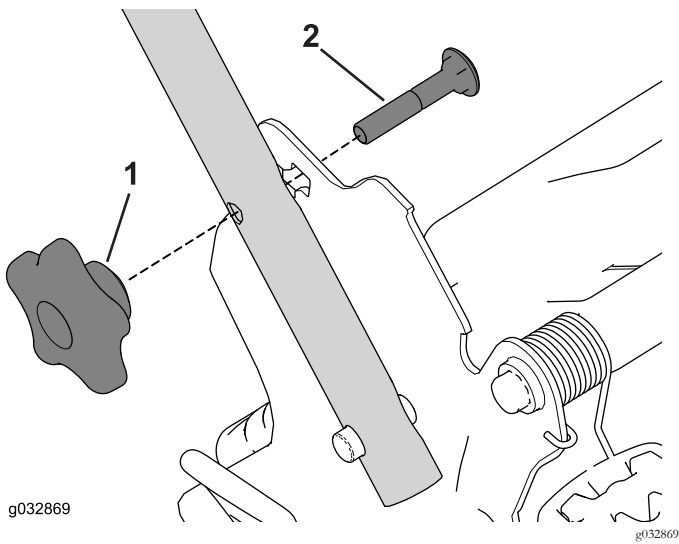

図 27
1. ハンドルブラケットからハンドルノブ2個とキャリッジボルト2本を外して保管する(図27)。